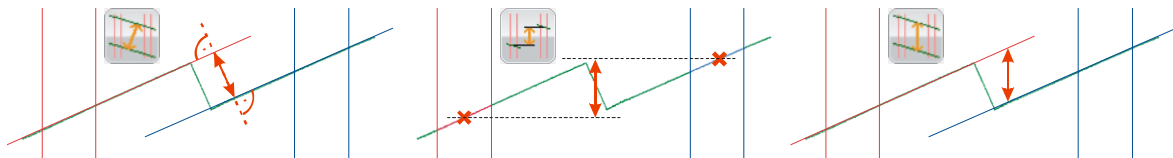

Abb. 4.16: Algorithmen für die Berechnung der Höhe
- Definieren Sie den Algorithmus zur Berechnung der Höhe (siehe Abb. 4.16, Abb. 4.17 und Kap. 3.13.1):
- 1 Typ Höhe:** Wählen Sie in diesem Bereich den Algorithmus zur Berechnung der Höhe (siehe Abb. 4.16) und wählen Sie das Vorzeichen der Höhe.